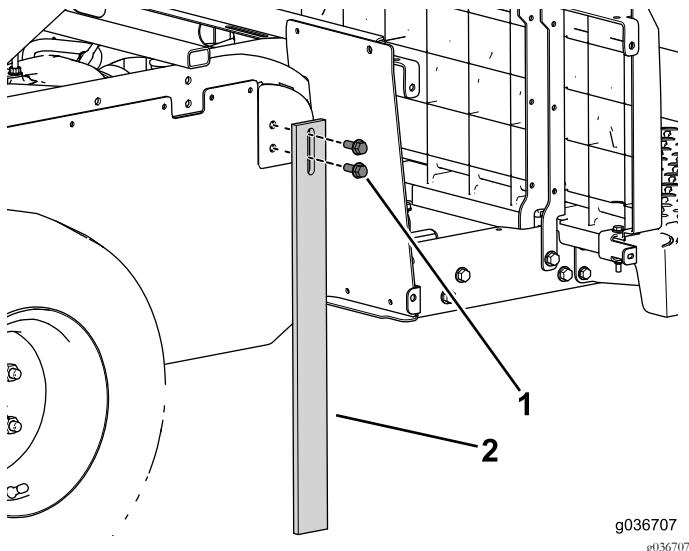

Figure 14
- Utilisez les 4 boulons à embase pour installer les jambes d'appui des deux côtés de la machine (Figure 14).